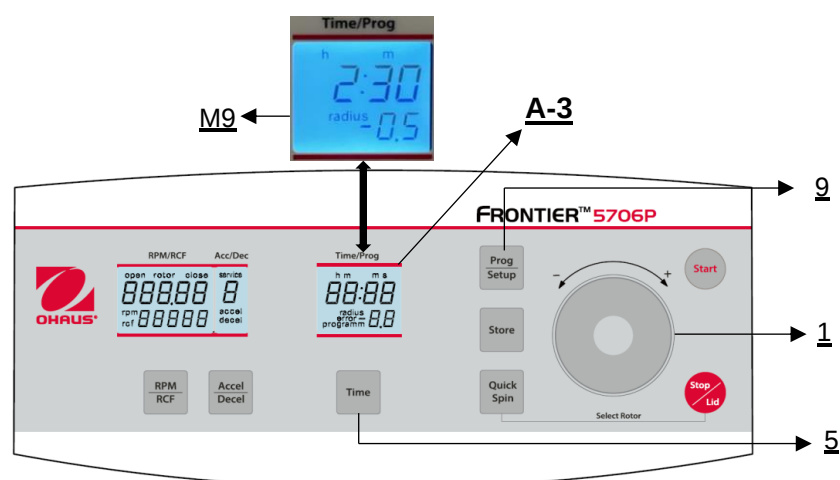

Figura 20
Per prima cosa, chiudere il coperchio della centrifuga, quindi premere contemporaneamente il tasto **"Tempo"** (5) e il tasto **"Prog/Setup"** (9) e tenerli premuti (vedere Figura 20).